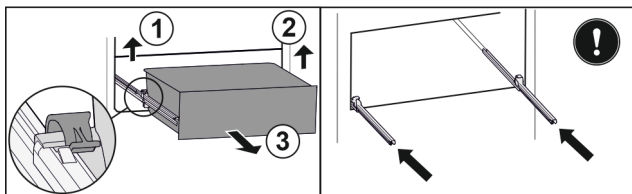

Fig. 151
- Soulever la bride gauche et tirer dans le même temps la partie gauche du tiroir vers l'avant. Fig. 151 (1)
- Soulever la bride droite et tirer dans le même temps la partie droite du tiroir vers l'avant. Fig. 151 (2)
- Retirer le tiroir par l'avant. Fig. 151 (3)